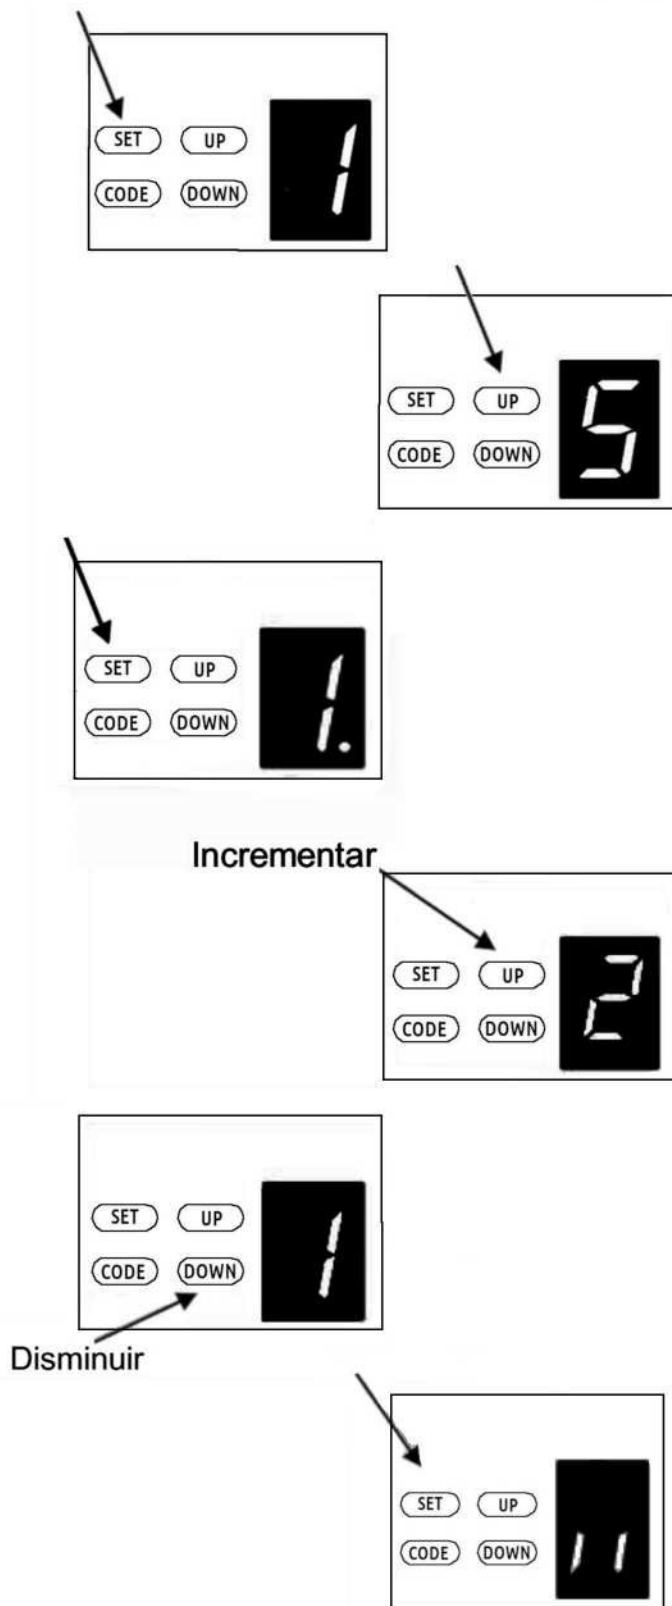

Fig.44
7.7.-Ajuste del Cierre Automatico. (Fig.44)